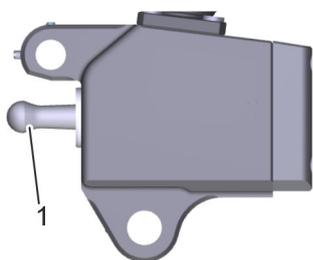
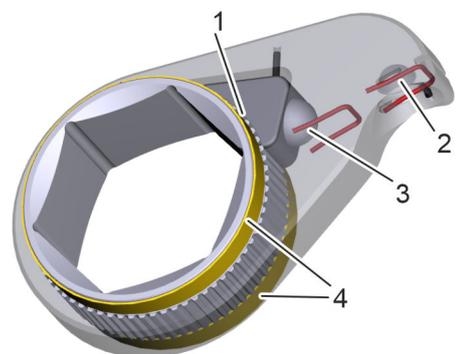

Рис. 24: Шток
Рис. 25: Храповый рычаг
8. ➔ Смазать шаровую головку штока (Рис. 24/1) и шаровую чашку (Рис. 25/2) на храповом рычаге. Для этого с помощью смазочного шприца нанести смазку на шаровую головку.